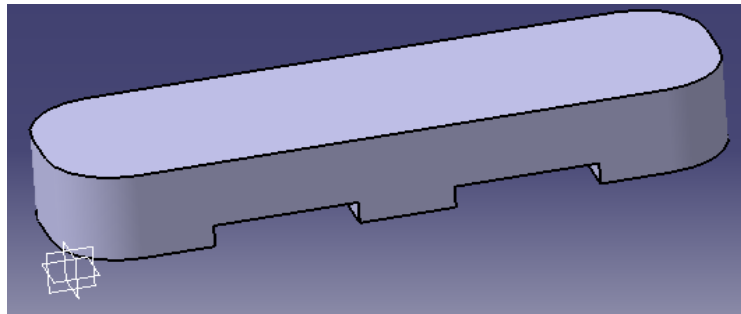

Figura 4.29: PIEZA CON FILLET
5.-Se sigue con este mismo proceso para crear los tres Fillet restantes de la pieza para obtener una pieza como se ve en la figura 4.29.